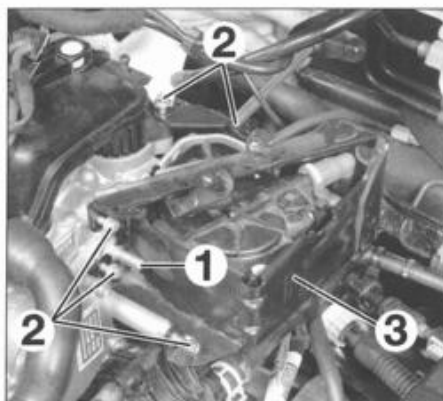
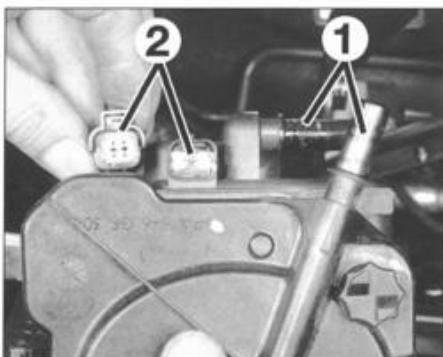

FIG. 38
FIG. 39
- los rácores de depresión de la bomba de vacío (1) (fig. 38).
- los tornillos de fijación (2) de la chapa de protección del filtro de combustible (3).
- las tuberías de combustible (1) (fig. 39).
- el conector (2) del calefactor.
- Desengrapar y desmontar el conjunto filtro de gasoil (fig. 39).